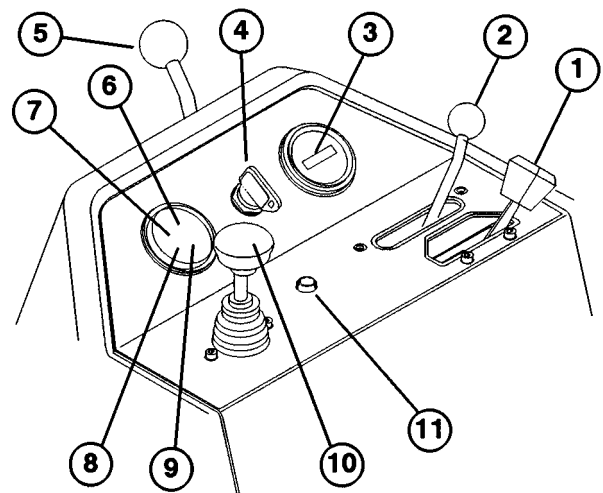

Bild 10
**Gashebel** (Bild 10)—Mit dem Gashebel wird die Motordrehzahl geregelt. Bewegen des Gashebels in Richtung "FAST" [Schnell] erhöht die Motordrehzahl; Bewegen des Gashebels in Richtung "SLOW" [Langsam] reduziert die Motordrehzahl.
**Schalthebel** (Bild 10)—Vermittelt zwei (2) Antriebsmöglichkeiten sowie "NEUTRAL" [Leerlauf]. Es ist zulässig, von Mähen auf Transport oder Transport auf Mähen umzuschalten (nicht auf Neutral), während sich der Greensmaster 3200-D bewegt. Daraus folgt kein Systemschaden.
**Betriebsstundenzähler** (Bild 10)—Zeigt die Betriebsstunden an, die von der Maschine absolviert wurden. Der Betriebsstundenzähler läuft, sobald die Zündung auf EIN gestellt wird.
**Zündschloß** (Bild 10)—Den Schlüssel in das Schloß stecken und soweit wie möglich nach rechts auf START drehen, um den Motor anzulassen. Sobald der Motor anspringt, den Schlüssel wieder loslassen; dieser geht dann automatisch auf EIN zurück. Den Schlüssel im Gegenuhrzeigersinn auf AUS drehen, um den Motor abzustellen.
**Lenksäulensperrhebel** (Bild 10)—Den Hebel nach hinten drehen, um die Einstellung zu lockern, die Lenksäule für besten Fahrerkomfort anheben oder absenken und dann den Hebel vorwärts drehen, um die Einstellung zu sperren.
**Wassertemperaturleuchte** (Bild 10)—Diese Lampe leuchtet auf und der Motor stellt sich automatisch ab, wenn die Kühlmitteltemperatur zu hoch geht.
**Übersteuerungstaste –Temperatur-hoch-Abstellung** (Bild 10)—Wenn sich der Motor infolge zu hoher Temperatur abstellt, ist die Übersteuerungstaste eingedrückt zu halten, bis die Maschine an einen sicheren Ort gebracht werden kann, wo sie sich abkühlen kann.
**Glühkerzen-Meldeleuchte** (Bild 10)—Aufleuchten dieser Meldelampe zeigt an, daß die Glühkerzen zugeschaltet sind.
**Batteriewarnleuchte** (Bild 10)—Diese Lampe leuchtet bei unzufriedenstellendem Ladezustand der Batterie auf.
**Öldruckleuchte** (Bild 10)—Diese Lampe leuchtet auf, wenn der Motoröldruck unter das sichere Niveau fällt.
**Anheben/Absenken/Mähen-Schalthebel** (Bild 10)—Bewegen dieses Schalthebels nach vorne während des Betriebs senkt die Schnittwerke ab und führt zum Drehen der Spindeln. Den Schalthebel nach hinten ziehen, um die Spindeln zum Stillstand zu bringen und die Schnittwerke anzuheben. Während des Betriebs können die Spindeln abgestellt werden, indem der Schalthebel kurz rückwärts gezogen und dann wieder losgelassen wird. Die Spindeln durch Vorwärtsschieben des Schalthebels wieder zuschalten.